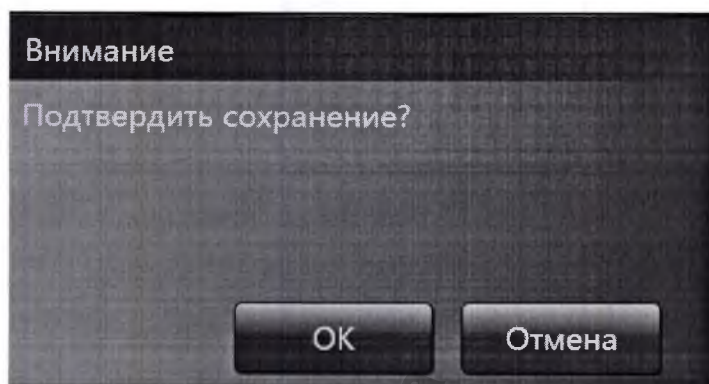

Рисунок 3.10 – Запрос на сохранение пресета
5. Нажмите кнопку **Запись**  либо **OK**  для сохранения текущих настроек и возврата в режим сканирования. Система выдаст запрос на подтверждение сохранения измененных данных (см. Рисунок 3.10).